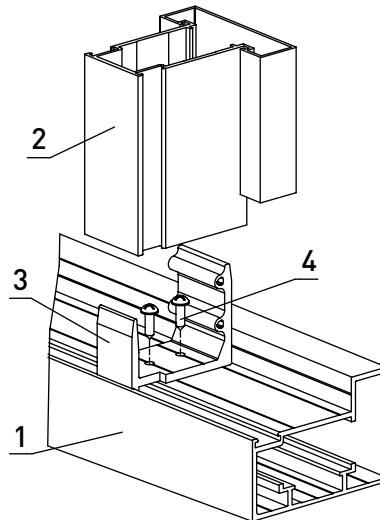

Рис. 67. Установка соединителей под вертикальный разделятельный импост (столб)
- установка соединителей под вертикальный разделятельный импост (столб) (*рис. 67*).